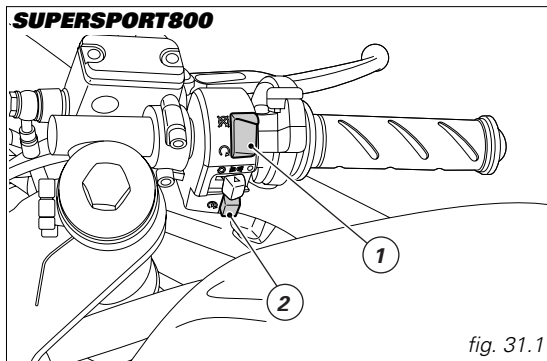

fig. 31.1
3) Accertarsi che l'interruttore d'arresto (1, fig. 31.1 - 31.2) sia nella posizione **ON** (**RUN**), premere quindi il pulsante avviamento (2).